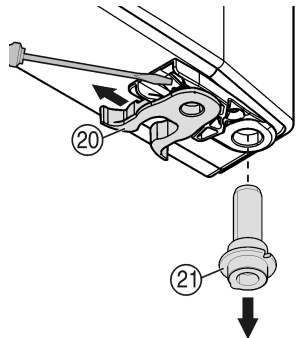

Fig. 9
- ▶ переставити Fig. 9 (20) пружинний затискач: Натиснути язичок защипки вниз, зняти з нього пружинний затискач.
- ▶ Вийміть гвинт Fig. 9 (21) із втулки дверцят і вставте разом із шайбою на протилежному боці. Язичок защипки повинен бути спрямований до внутрішньої сторони дверцят, надріз — до зовнішньої сторони.
- ▶ Поверніть нижню частину дверцят і вставте гвинт Fig. 9 (21) в опорний кронштейн. У разі необхідності покрутіть гвинт до його фіксації.